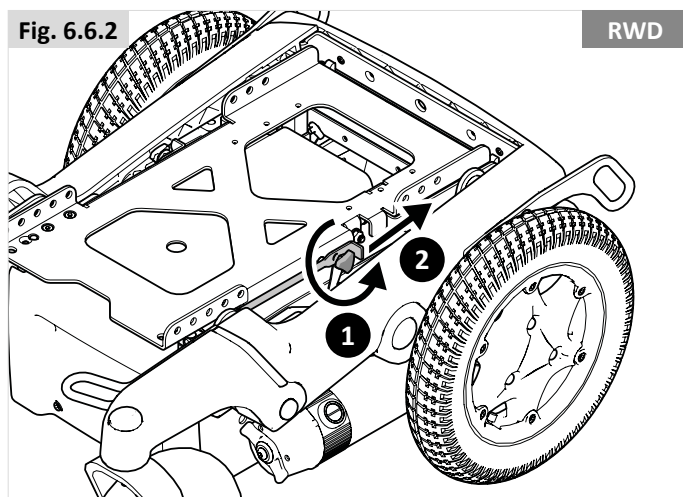

Fig. 6.7
- Prima di lasciarlo andare verificare che la seduta sia stabile e che rimanga in posizione (Fig. 6.7 Trazione anteriore - Fig. 6.8 Trazione posteriore).